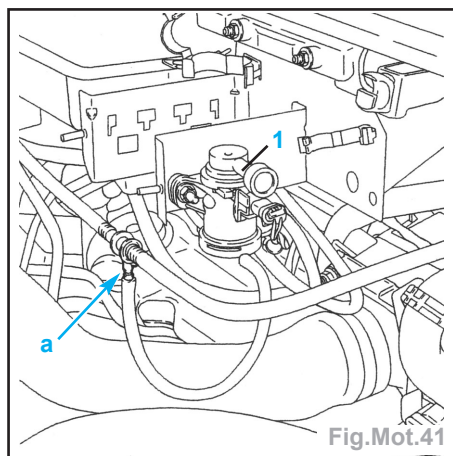

Fig.Mot.41
- Raccorder l'outil [1] sur le piquage en «a» (tube de dépression pompe à vide) (Fig.Mot.41).